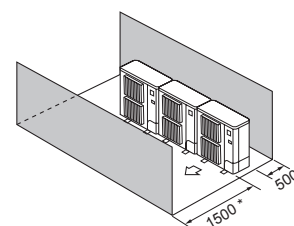

Fig. 2-16
- ④ Hindringer kun foran og bak (Fig. 2-16)